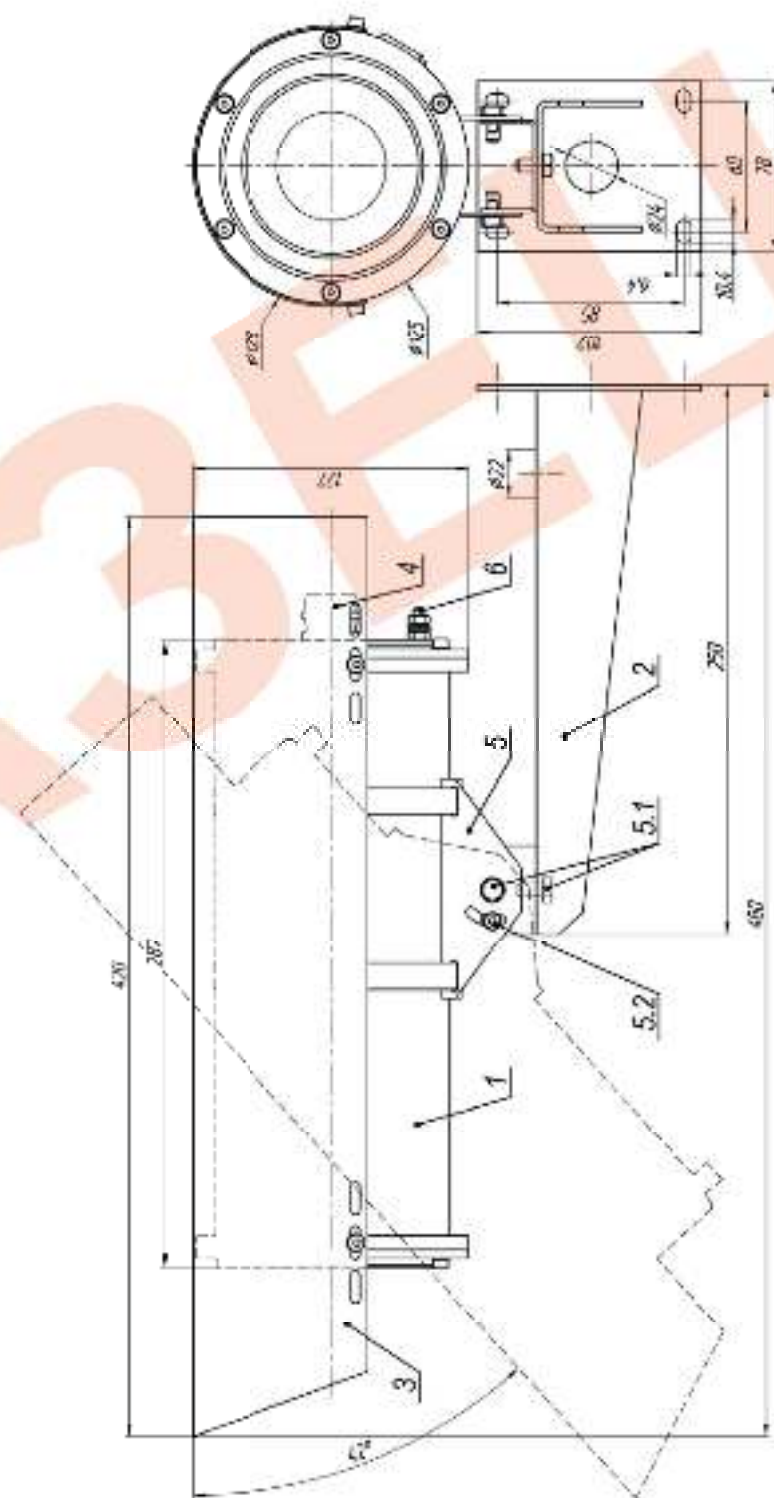

Рис.1 Габаритные и установочные размеры ТВК-197 IP
2. Ослабить болты и винты фиксации шарнира (поз.5.1 и 5.2 рис.1), установить гермобокс на нужное направление обзора, после чего надёжно зафиксировать шарнир затянув выше перечисленные болты и винты.
3. Заземлить гермобокс с помощью болта заземления (поз.6 рис.1).
Состав изделия: (см. рис.1)